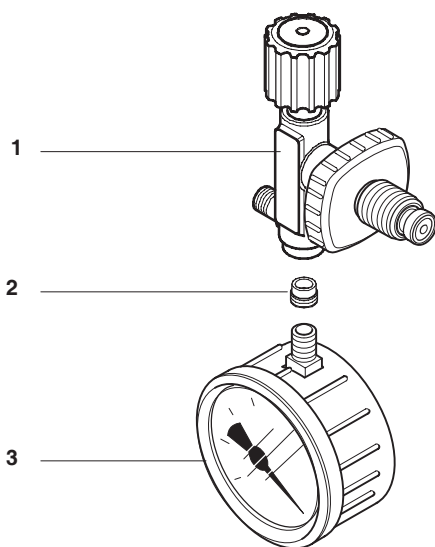

Рис. 21 Вставка керамического фильтра
- Выверните манометр (3, рис. 21) из корпуса заправочного клапана (1).
- Выверните керамический фильтр (2) с помощью широкой отвертки.